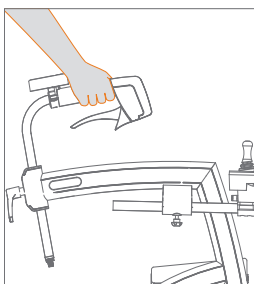

Figure 65: Conduite.
- a. En marchant, gardez les doigts légèrement autour des poignées en mousse (**Figure 65**). Vous pouvez également les garder autour des poignées de frein, avec votre pouce à l'intérieur de la poignée.